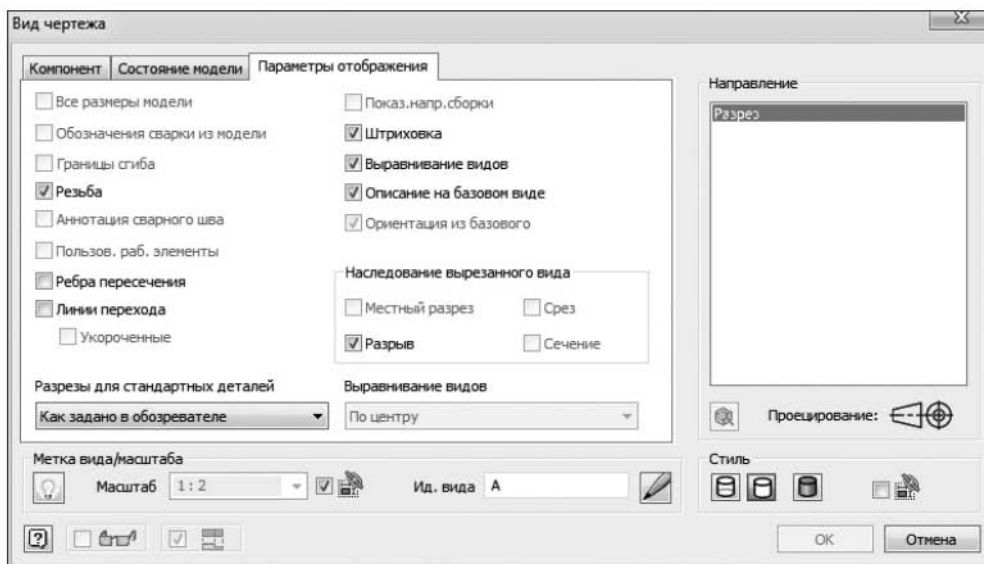

Рис. 9.12. Настройка параметров отображения вида чертежа
- Для отображения на чертеже резьбы и при необходимости других обозначений зайдите на вкладку диалогового окна Вид чертежа ▶ Параметры отображения. Установите флажок у пункта Резьба (рис. 9.12).